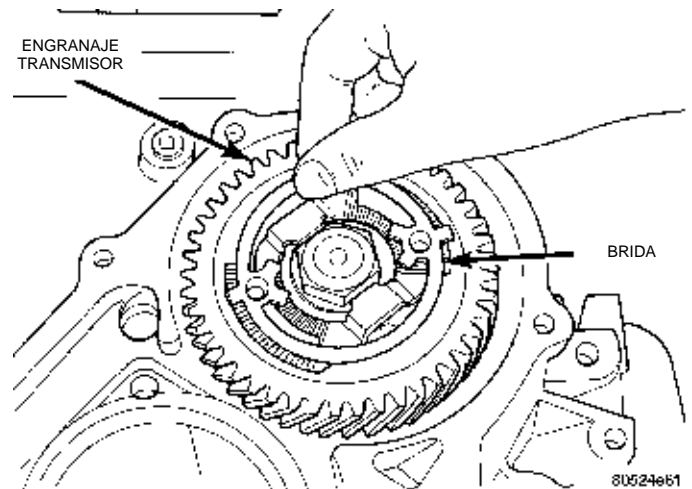

Fig. 155 Extracción de la brida del estribo y el engranaje
- (3) Retire la brida del engranaje transmisor y el estribo (Fig. 155).